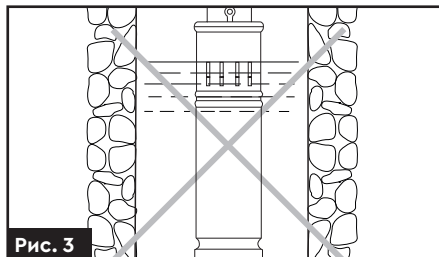

Рис. 3
- Заборонено експлуатацію насоса коли рівень води у свердловині (колодязі) недостатній, щоб уникнути роботи насоса без води (**рис. 3**). Необхідно обладнати систему водопостачання захистом від «сухого» ходу, для цього рекомендуємо встановити електронний контролер тиску.